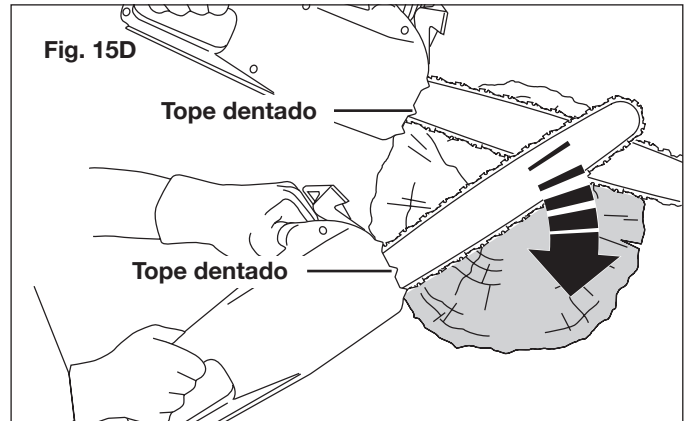

Fig. 15D
- Es más fácil serrar un tronco usando el tope dentado (Fig. 15D).